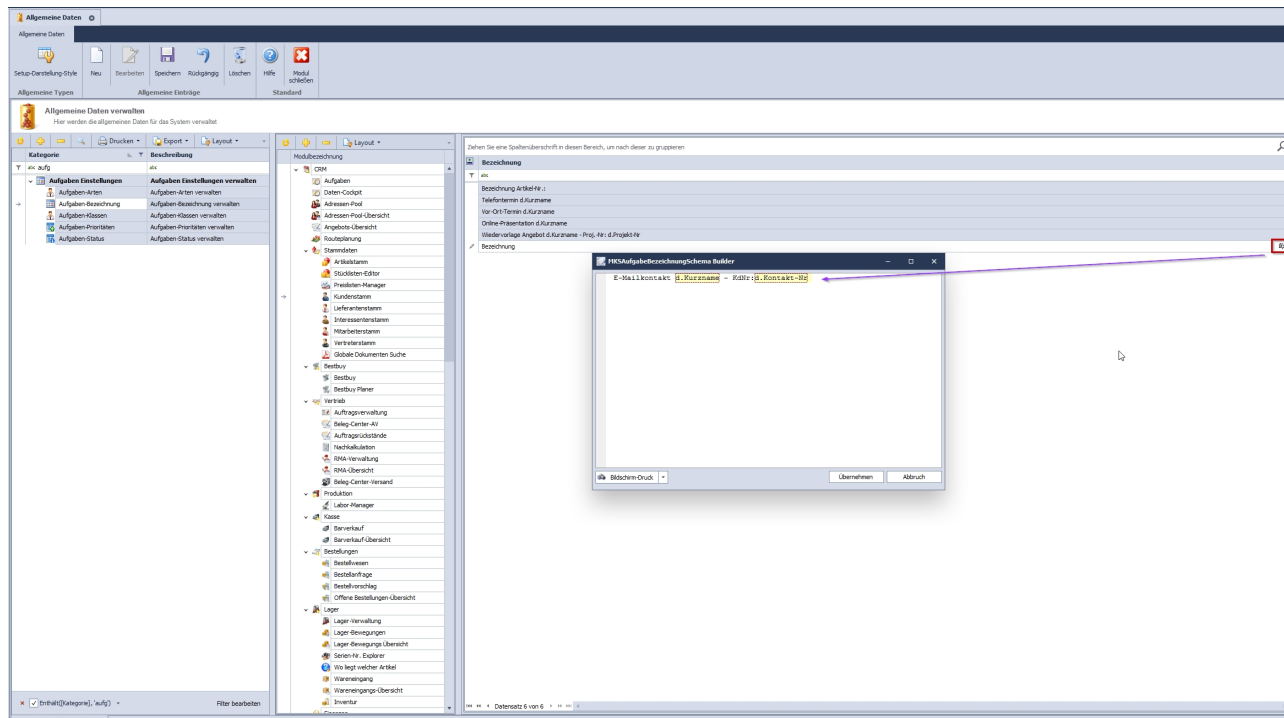

Abb. 2
2. Über das im Screenshot in Abb. 2 abgebildete Symbol öffnet man den Schema Builder und kann nun mithilfe von vorgegebenen Variablen in Verbindung mit eigenen Texten die gewünschten Aufgabenbezeichnungen für die jeweiligen Module generieren
Wurde in den allgemeinen Daten der Abteilungsleiter für eine Abteilung definiert, ist dieser automatisch per Drop Down im Mitarbeiterstamm beim Hinterlegen der Abteilung verfügbar (Abb. 2).